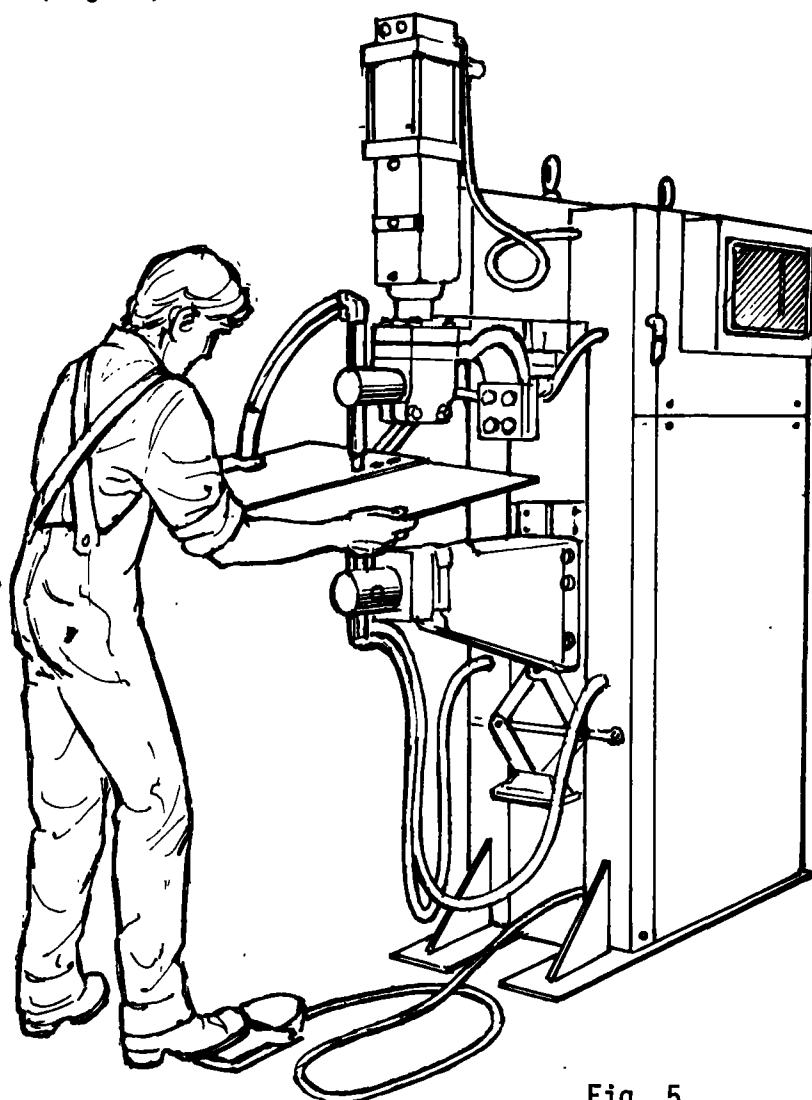

Fig. 5
- b Accione el pedal de la máquina para presionar las chapas con los electrodos, verificando que las puntas de los electrodos presionan sobre los puntos a soldar (fig. 5).